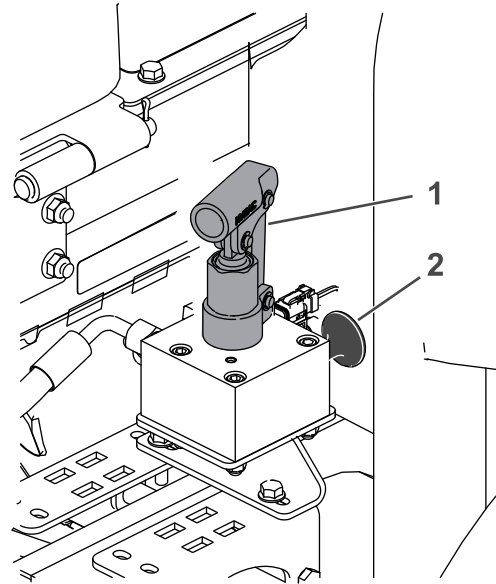

Figura 38
4. Localize o coletor de libertação do travão, junto do pneu frontal direito e por trás do depósito hidráulico (Figura 38).